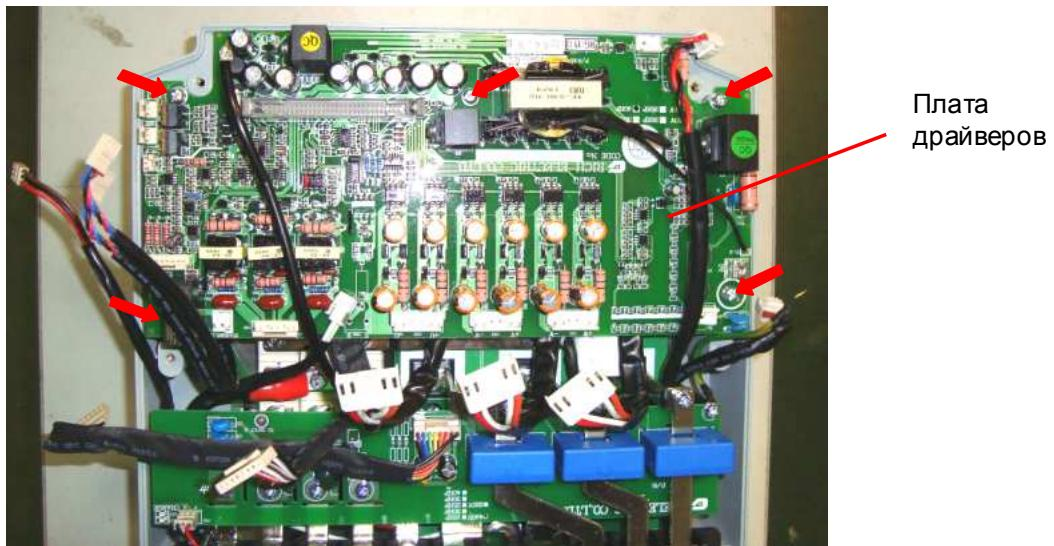

Рис. 6.9
- 6.7.1. Отсоединить от платы драйверов все разъемы кабелей и шлейфов (рис. 6.9).
6.7.3. Выкрутить пять винтов (рис. 6.9, красные стрелки), демонтировать плату драйверов и положить ее в тару.